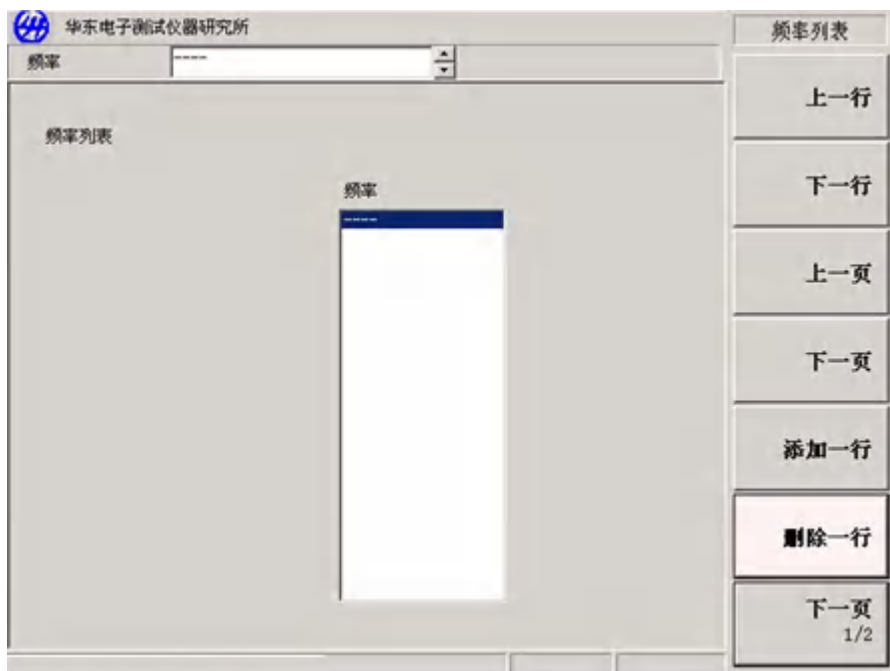

图 3-5 空频率列表
- 步骤4. 按**第一页 2/2**，进入频率列表编辑界面，如图3-5。